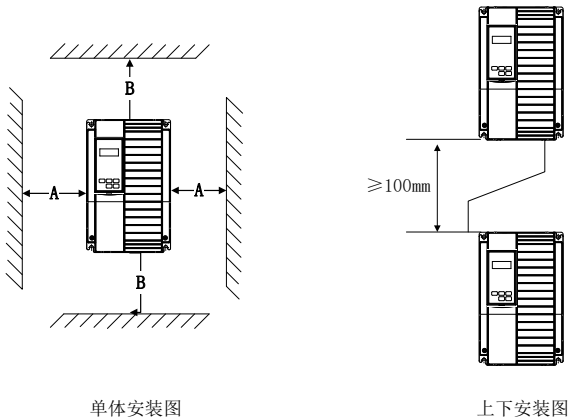

图 3-1 安装示意图
- 1) 请垂直安装驱动器，便于热量向上散发。但不能倒置。若柜内有较多驱动器时，最好是并排安装。在需要上下安装的场合，请参考图 3-1 的示意，安装隔热导流板。
- 2) 安装空间遵照图 3-1 所示，保证驱动器的散热空间。但布置时请考虑柜内其它器件的散热情况。